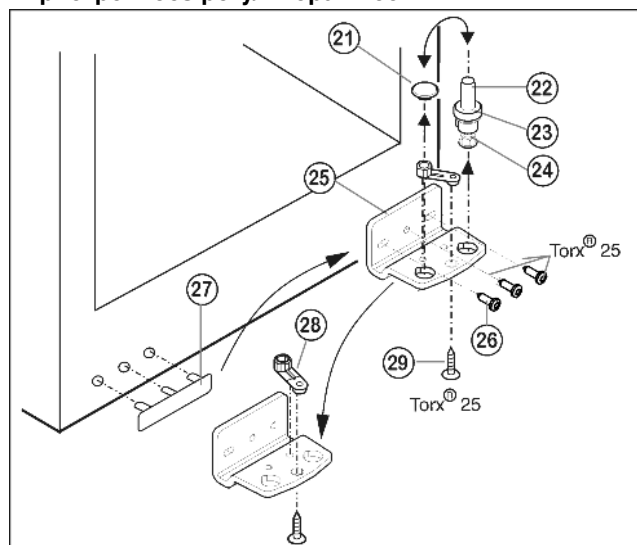

Fig. 12
- ▶ Зніміть, потягнувши догори, опорний гвинт Fig. 12 (22) у комплекті, разом з шайбою Fig. 12 (23) та установочною ніжкою Fig. 12 (24).
- ▶ Зніміть Fig. 12 (21) пробку.
- ▶ Відгвинтіть опорний кронштейн. Fig. 12 (25)
- ▶ Відкрутіть Fig. 12 (29) опорну деталь Fig. 12 (28) і вставте в протилежний отвір опорного кронштейну, знову пригвинтіть.
- ▶ Обережно зніміть кришку з боку ручки Fig. 12 (27) і переставте на протилежний бік.
- ▶ Пригвинтіть опорний кронштейн Fig. 12 (25) на новий бік шарніра (з моментом 4 Нм). За потреби використовуйте викрутку з акумулятором.
- ▶ Знову вставте пробку Fig. 12 (21) в отвір, що залишився вільним.
- ▶ Встановіть на місце опорний гвинт Fig. 12 (22) у комплекті, разом з шайбою та установочною ніжкою. При цьому виступ фіксатора повинен бути спрямований назад.
- ▶ Встановіть дверцята згори на нижній опорний гвинт Fig. 12 (22).